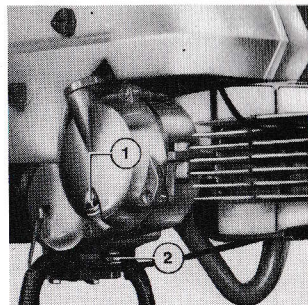

Fig. 10
Hiervoor is aan de rechter zijde van het karter een olievulschroef (zie. fig. 10) aangebracht. Bij het controleren moet de bromfiets horizontaal staan, dus niet op de standaard.
- Vulplug (fig. 10/1), tevens controle opening en aftapplug (fig. 10/2) uitschroeven.